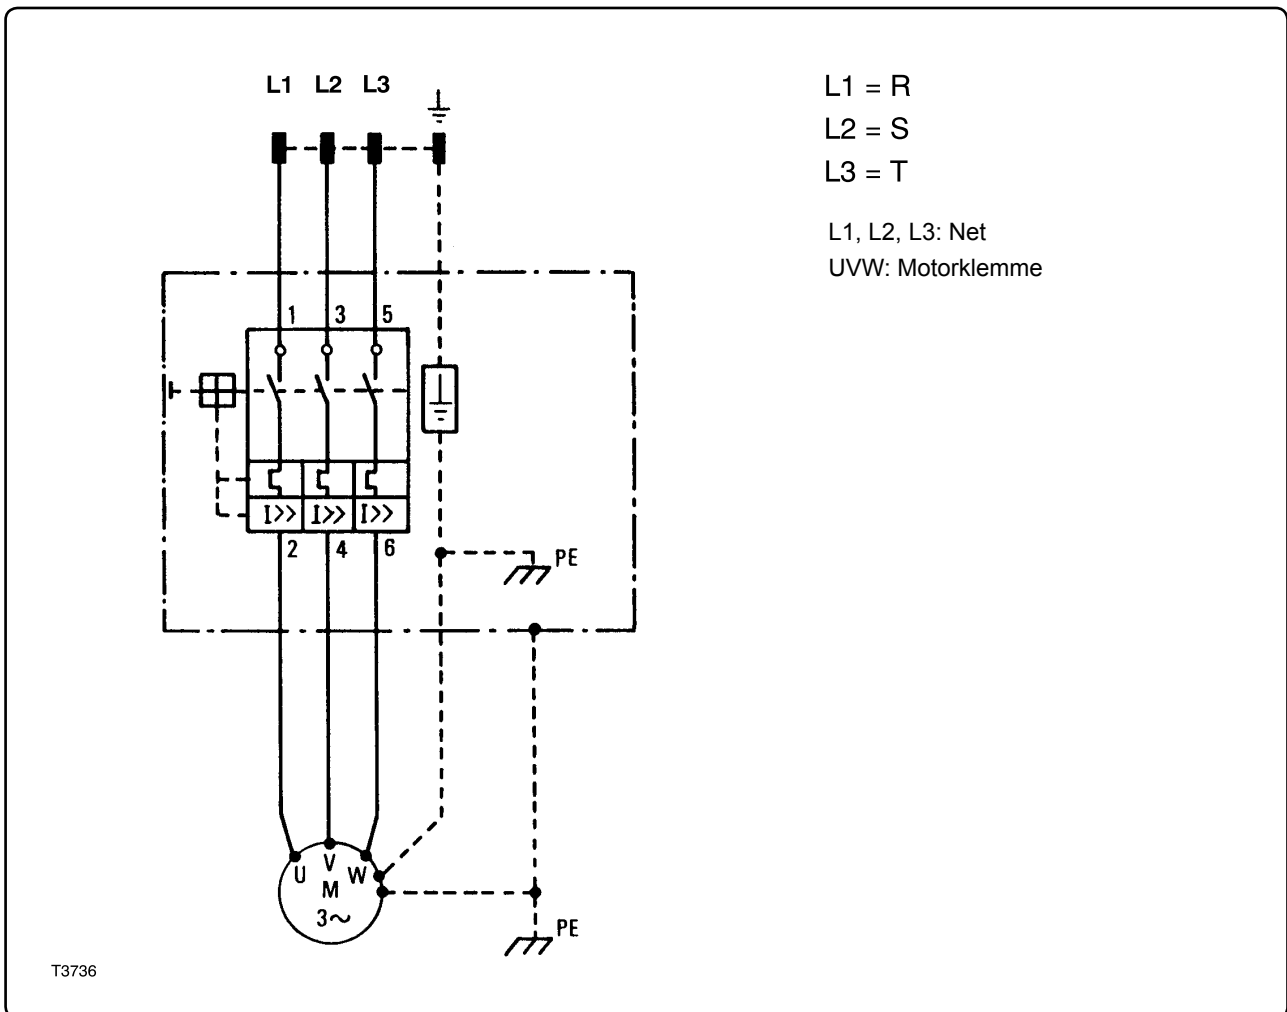

Fig. 7.7.1
7.7.1 - Ledningsdiagram for standardmaskiner i kat. "U", "S", "G" (fig. 7.7.1)